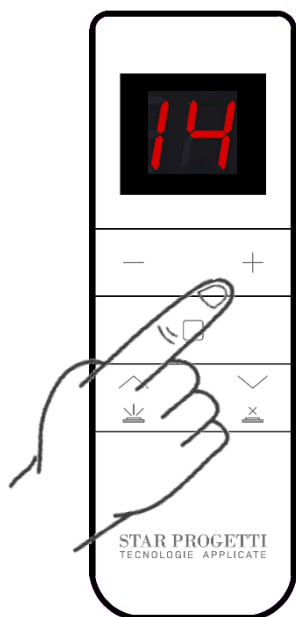
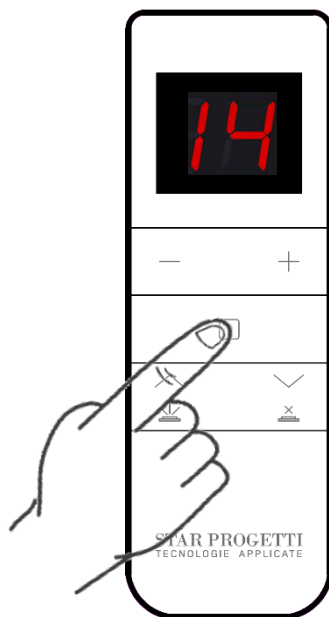

Fig.15
Fig.16
- Tramite i pulsanti “+” e “-” selezionare il canale 14 Fig.15 e subito dopo premere il pulsante come da Fig. 16